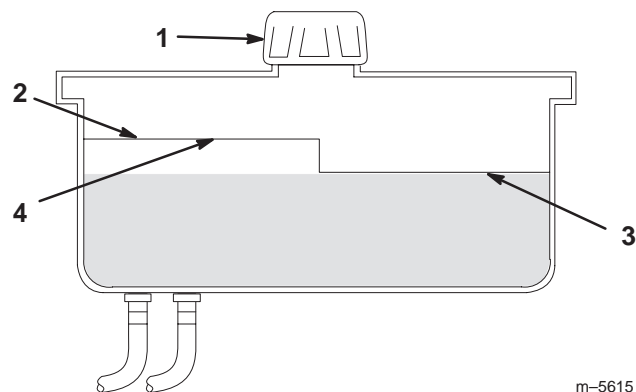

Figure 52
2. Nettoyez la surface autour du goulot de remplissage du réservoir hydraulique (Fig. 52).
3. Enlevez le bouchon du goulot de remplissage et vérifiez si le réservoir contient du liquide (Fig. 52).
Note: Lorsque l'huile est chaude, le niveau de liquide doit atteindre le haut du repère **à chaud** sur le déflecteur (Fig. 52).